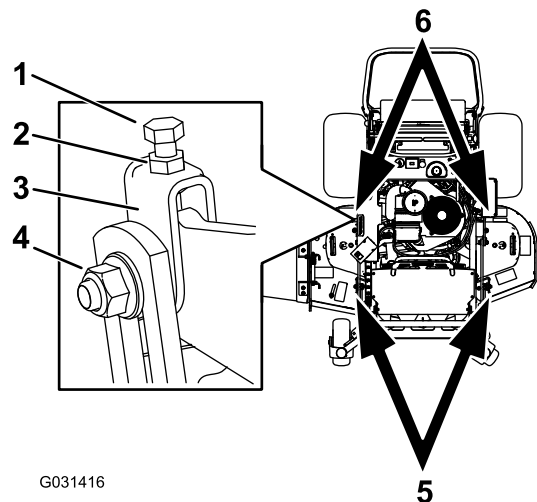

Figura 83
1. Afloje la contratuerca y el perno lateral de las horquillas que desea ajustar (Figura 83).
2. Gire el perno superior de las horquillas para ajustar la altura de la carcasa de corte (Figura 83).
5. Si la medida no es correcta, localice las dos horquillas en la máquina (Figura 83).